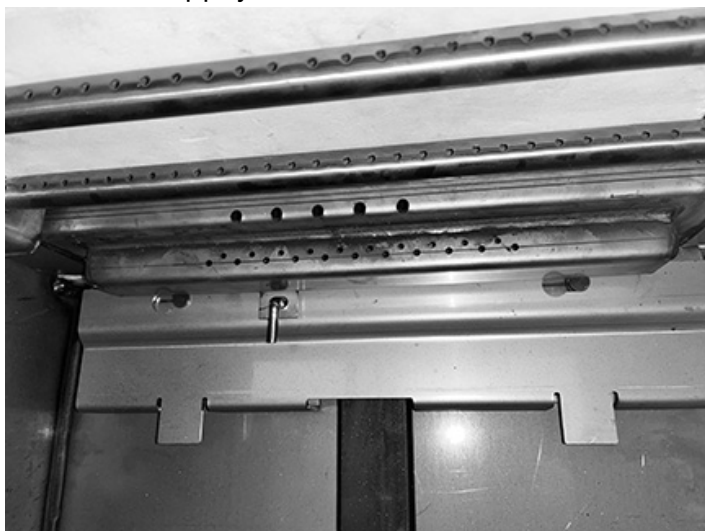

Figure 30: Goupille de déflecteur
1. Glissez le panneau en céramique du déflecteur (situé au-dessus des tubes d'air), vers l'avant du poêle. Retirez la goupille de fixation à l'arrière de la chambre de combustion, juste sous le déflecteur. (Figure 30)